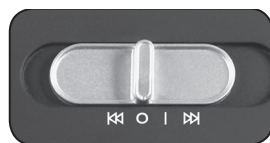

FIGURE 2
- À l'aide du commutateur situé sur l'appareil, choisir l'un des réglages suivants en faisant glisser le commutateur soit à gauche soit à droite. (FIGURE 2)